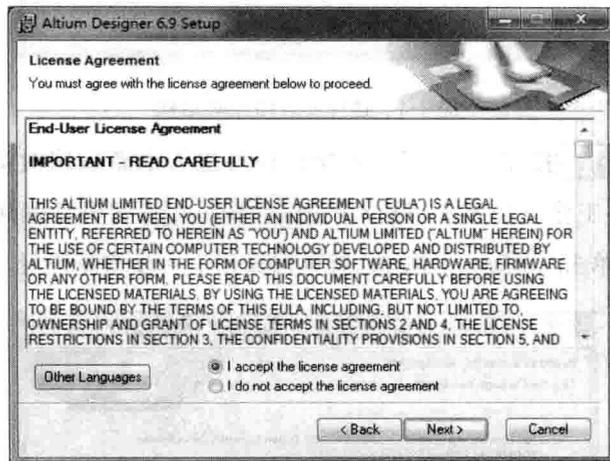

图 1-2 注册协议许可对话框
(2) 单击  按钮, 进入如图 1-2 所示的注册协议许可对话框。在该对话框中, 用户如果对 Altium 公司提出的使用协议没有异议, 选中【I accept the license agreement】单选项, 然后单击  按钮继续下一步。